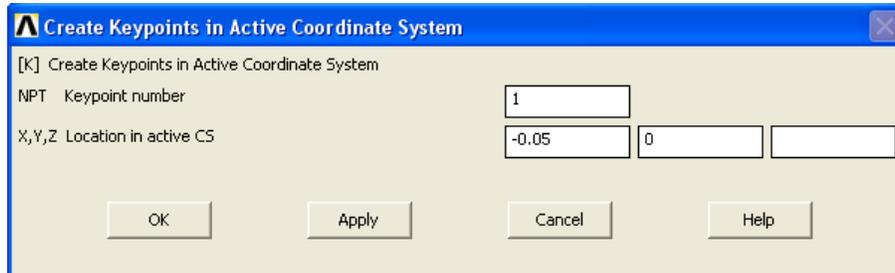

Рисунок 57. Создание 1-ой ключевой точки
- 1-я ключевая точка имеет координаты $(-0.05; 0)$ (Рисунок 57).